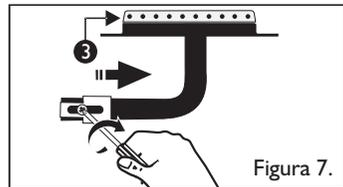

Figura 7.
- Desplace el regulador un poco hacia un lado y apriete nuevamente el tornillo (Ver figura 7).